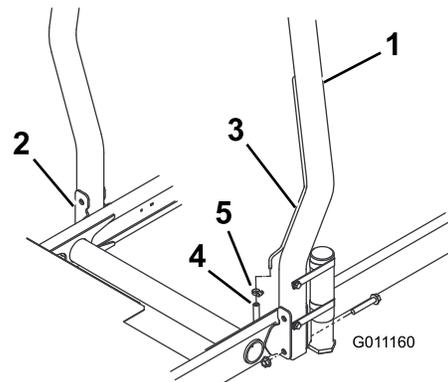

図 8
1. ROPSを機体の固定穴に差し込み、取り付け穴を整列させる。ROPSについている換気管が機体の左側にくるように配置すること 図 8。
2. ROPSのそれぞれの側をフランジヘッドキャップスクリュー2本とロックナット2本で固定する 図 8。締め具を $81\text{N}\cdot\text{m}$ $8.3\text{kg}\cdot\text{m}$ $= 60\text{ft}\cdot\text{lb}$ にトルク締めする。